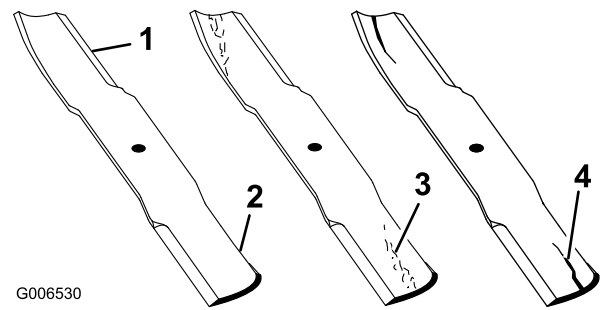

Figura 50
1. Inspeccione los filos de corte (Figura 50).
2. Inspeccione las cuchillas, especialmente la parte curva (Figura 50).
Nota: Si observa daños, desgaste o la formación de una ranura en esta zona (Figura 50), instale inmediatamente una cuchilla nueva.